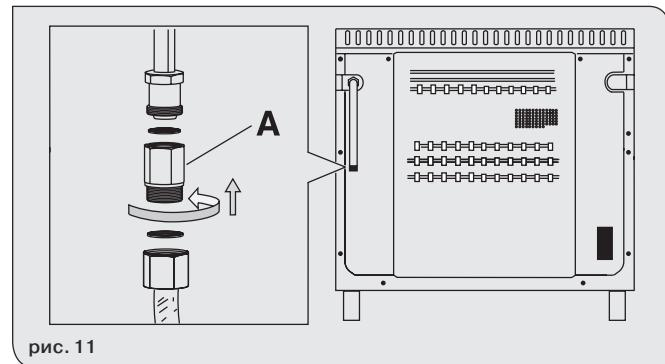

рис. 11
ПРЕДУПРЕЖДЕНИЕ: подсоединяйте газовую магистраль к духовке, используя входящий в комплект поставки фитинг (A) (см. рисунок 11)
3) резиновой трубы, устанавливаемой в соответствии с нормативами. Эта трубка должна быть надета непосредственно на фитинг, соответствующий используемому типу газа, и затянута хомутом. В этом последнем случае проверьте нанесенную на трубку дату истечения ее срока годности и замените трубку до ее наступления (см. рис. 11В).